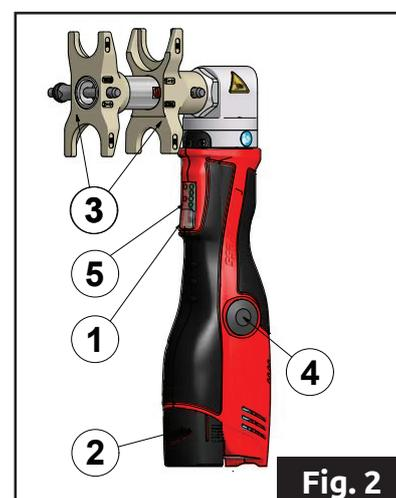

Fig. 2
L'apparecchio di pressatura è a comando forzato. Durante la pressatura l'apparecchio rimane nella posizione raggiunta anche se viene rilasciato brevemente il tasto di avvio (1) (fig.2). Il raggiungimento della forza di disinnesto prevista può essere percepito attraverso l'aumento del numero di giri del motore e l'evidente rilascio del carico dell'apparecchio. Dopo il rilascio del tasto (1) (fig.2) l'apparecchio ritorna alla posizione iniziale. Per motivi di sicurezza il comando forzato si avvia solo al raggiungimento di una forza minima. Prima di aver raggiunto questa forza il processo di pressatura può essere interrotto in ogni momento con il rilascio del tasto (1) (fig.2). L'apparecchio ritorna automaticamente alla posizione iniziale.
In caso di guasto il pulsante di sbloccaggio (4) (fig.2) serve a riportare l'apparecchio alla sua posizione di partenza prima del termine del processo di pressatura. A tale scopo, premere il pulsante di sbloccaggio (4) (fig.2) finché gli adattatori a scorrimento (3) (fig.2) non sono tornati completamente indietro.
I 4 LED verdi (5) (fig.2) indicano lo stato di carica dell'accumulatore. Il numero di LED accesi indica lo stato di carica. Quando il LED lampeggia, l'accumulatore è scarico e nessun movimento è possibile.
Comportamento della pressatrice dopo un periodo di arresto prolungato o dopo la sostituzione dell'accumulatore: se la pressatrice non viene utilizzata per ca. 30 minuti oppure se viene inserito un accumulatore nuovo, l'apparecchio si spegne. Non si accende più alcun LED. Per avviare la pressatrice premere brevemente il tasto Start (1) (fig.2).